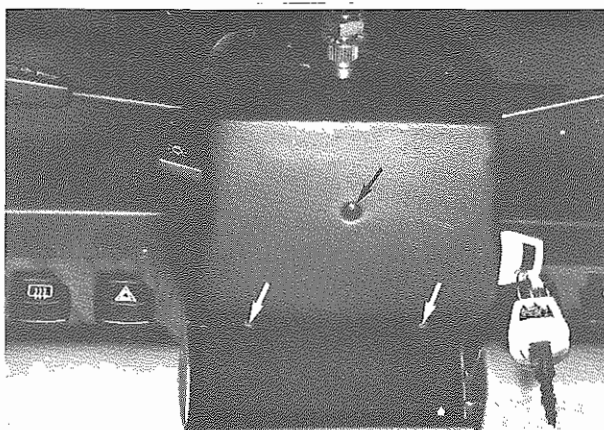

Fig. 10 - Viti fissaggio
- Smontare i semigusci rivestimento piantone (**Fig. 10**).
- Remove the two halves of column covers (**Fig. 10**).